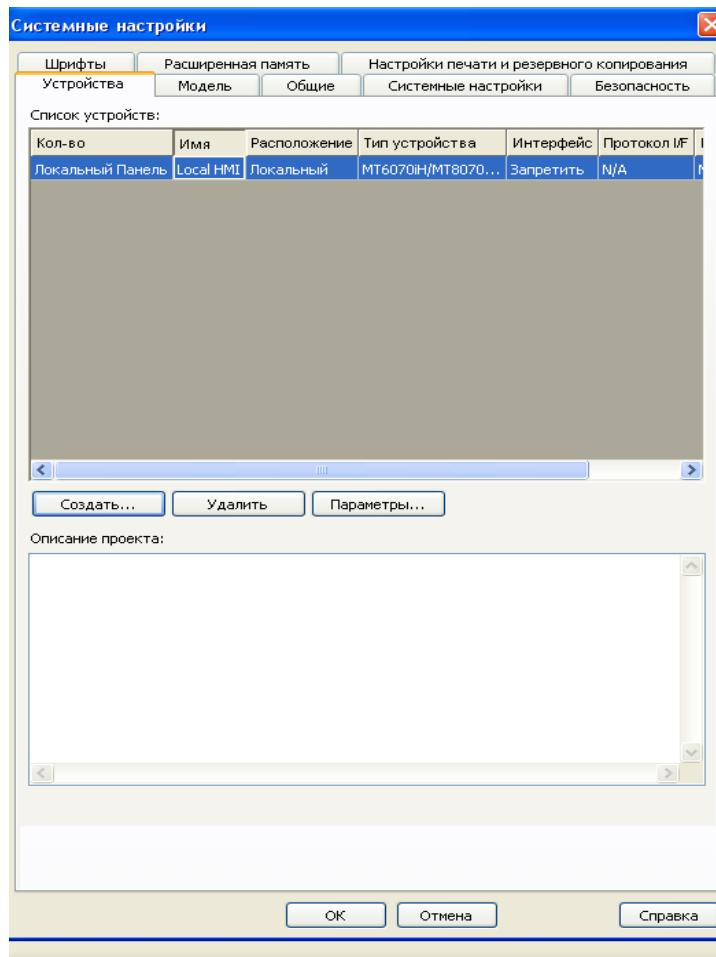

Рис. 6. Окно редактирования системных настроек
3.3.5. Появится окно редактирования системных настроек (рис.6). Нажать кнопку **ОТМЕНА**, поскольку изменение настроек будет проводиться позже, в разделе 4.
3.4.1. Выбрать в меню редактора EasyBuilder8000 **Правка – Системные настройки**. Появится окно редактирования системных настроек, как было отображено на рис.6. Вкладка «Устройства» отображает список устройств, для подключения к которым созданы соответствующие конфигурации. В исходном виде в этом списке присутствует только одно устройство с именем **Local HMI**, через которое предоставляется доступ к ячейкам внутренней памяти панели.